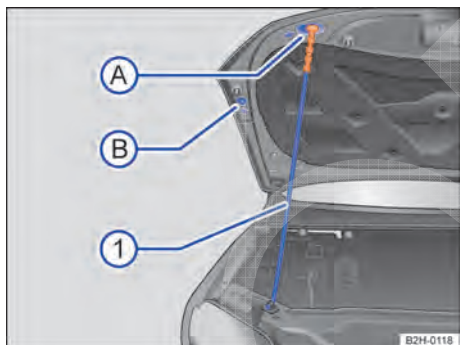

Fig. 131 Fixar a tampa do compartimento do motor com a haste de sustentação.
- Erguer a tampa do compartimento do motor pela alavanca de destravamento ② (seta) e abrir totalmente.
- Desencaixar a haste de apoio ⇒ Fig. 131 ① no punho de cor contrastante, no lado direito do fecho ⇒ .